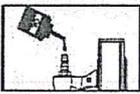

Fig.1
1. Ponga unas gotas de UNOCAL RX22 o aceite 3 en 1 en la entrada de aire. (Véase Fig.1)